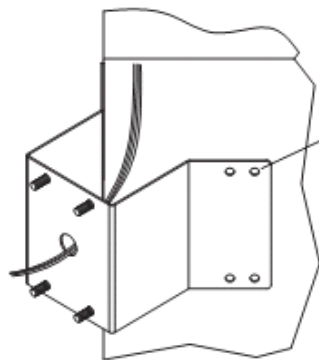

Рисунок 19.
- Г-1. Сначала отметьте расположение отверстий, приложив адаптер к углу (Рисунок 19).